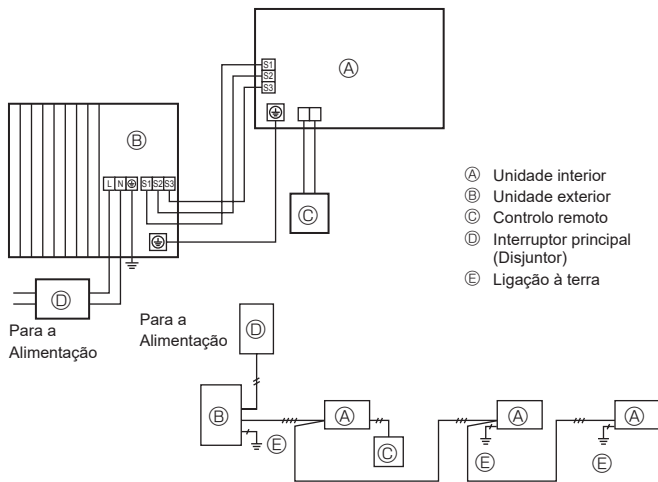

Fig. 6-1
6.1. Unidade exterior (Fig. 6-1, Fig. 6-2)
- ① Remova o painel de manutenção.
- ② Ligue os cabos consultando a Fig. 6-1 e a Fig. 6-2.